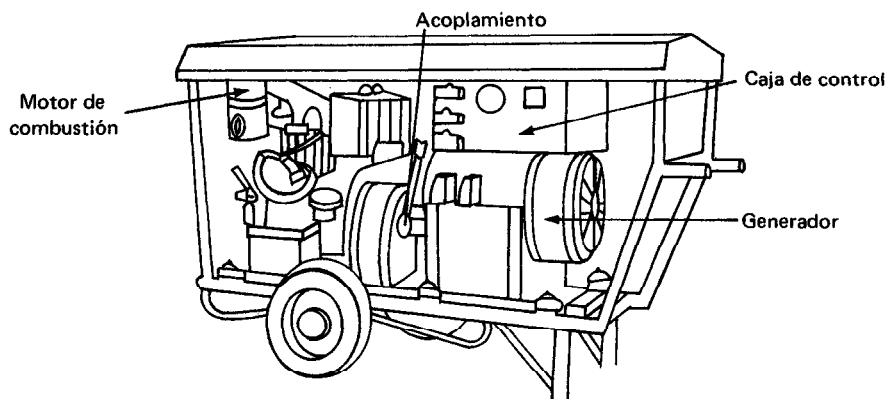

Figura 2.7
- ▲ Accionadas por motor a combustión (Figura 2.7).